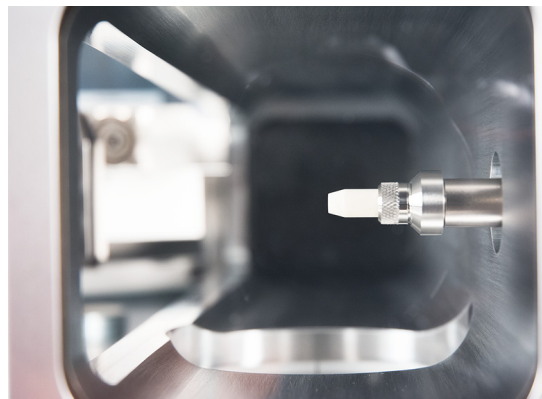
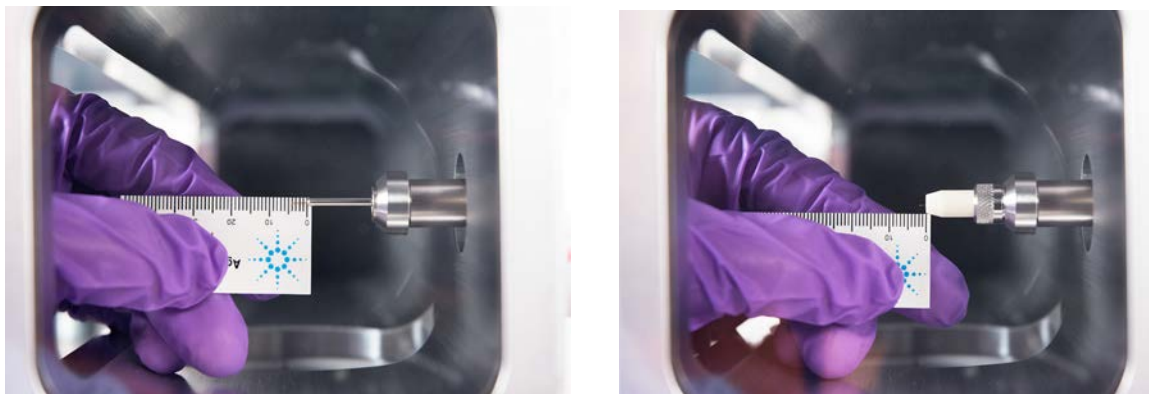

図 5 EI EXT、SS、不活性イオン源の場合の、GC/MS インターフェイスへのキャピラリカラムの取り付け
図 6 EI HES イオン源の場合の、GC/MS インターフェイスへのキャピラリカラムの取り付け
- インターフェイスチップシール (G3870-20542) (40 ページの図 6 を参照。)
EI XTR、SS、不活性イオン源へ取り付ける場合 (図 5 を参照)、カラムを約 1 mm 出します。
EI HES へ取り付ける場合 (図 6 を参照)、カラムを 4 ～ 5 mm 出します。
- インターフェイスチップシール (G3870-20542) (39 ページの 図 5 および 40 ページの 図 6 を参照。)(ステンレス製 EI、または不活性イオン源では使用しません。)
XTR、SS、不活性イオン源へ取り付ける場合 (39 ページの図 5 を参照)、カラムを約 1 mm 出します。
EI HES へ取り付ける場合 (40 ページの図 6 を参照)、カラムを 4 ～ 5 mm 出します。